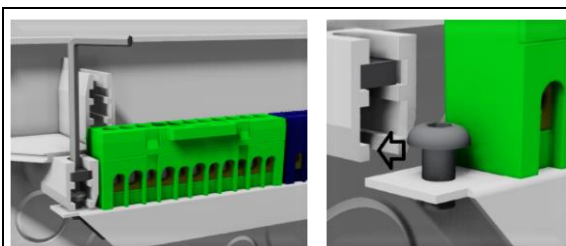

Fig. 1 – Retirar / Fixar o suporte metálico
- Durante a instalação do quadro, é possível retirar o suporte metálico (fig. 1), utilize uma chave sextavada interior (chave allen 2,5) para desapertar o parafuso.
- Para voltar a colocar o suporte no quadro eléctrico, mantenha os parafusos fixos no suporte e insira na caixa (fig.1).